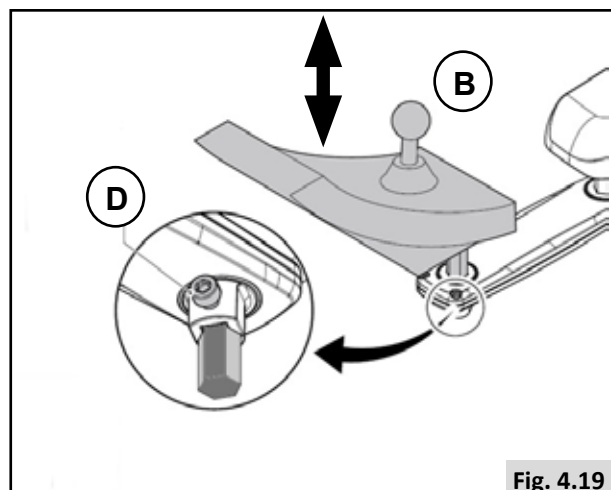

Fig. 4.19
Preimpostazione della posizione in altezza dell'unità di comando (2) (Fig. 4.19).
1. Allentare il bullone (D).
2. Fare scorrere il supporto (B) fino a raggiungere la posizione desiderata.
3. Stringere (D).